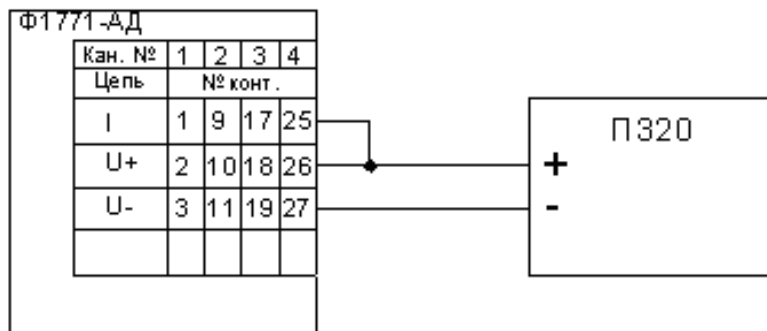
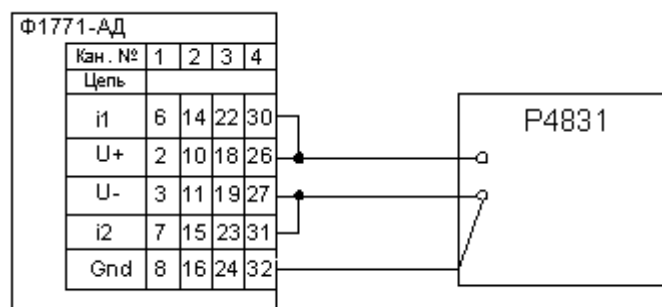
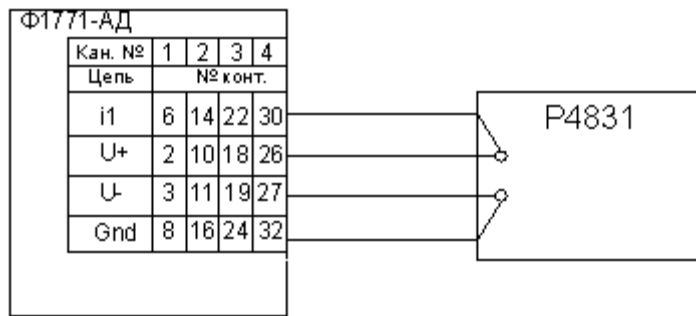

Рисунок 65 – Схема подключения входных каналов для постоянного тока
Рисунок 66 – Схема подключения входных каналов для сигналов ТС по 3-х проводной схеме.
Рисунок 67 – Схема подключения входных каналов для сигналов ТС по 4-х проводной схеме
Примечание - Для сигналов от ТС допускается проверка по одной из схем включения – 3-х проводной (см. рисунок 66) или 4-х проводной (см. рисунок 67), при этом должна быть проведена настройка для соответствующей схемы включения. Для сигналов от ТП результаты измерений должны быть больше значения проверяемой точки на температуру свободных концов ТП, которая определяется в режиме «Настройка».
1) Поверку проводить для всех типов ТС, на каналах, подключаемых (в зависимости от использования при эксплуатации) по одной из схем включения – 3-х проводной (см. рисунок 65) или 4-х проводной (см. рисунок 66), при этом настройка должна выполняться для соответствующей схемы включения.